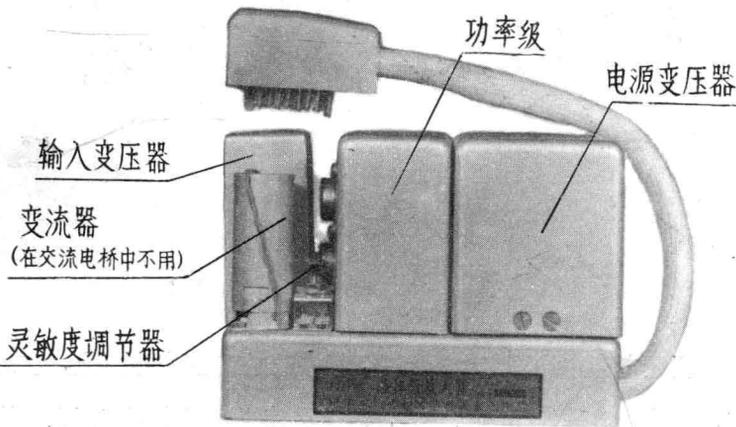

图9. 晶体管放大器外形
6、晶体管放大器：晶体管放大器底壳上面有变流器、输入变压器、功率级、电源变压器及灵敏度调节电位器（图9）。底壳内部有电压级印刷电路板及连接线路板，电压级扳手线路板有软接线连接。